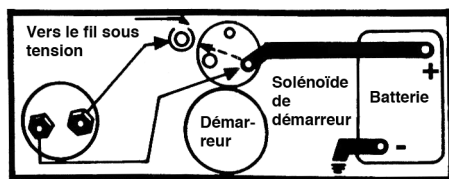

Figure 3
1. Placez l'indicateur de l'ampèremètre à l'endroit désiré et acheminez les fils depuis l'ampèremètre, au travers du tablier du véhicule et jusqu'au fil sous tension au niveau du solénoïde de démarreur tel qu'indiqué à la figure 3.